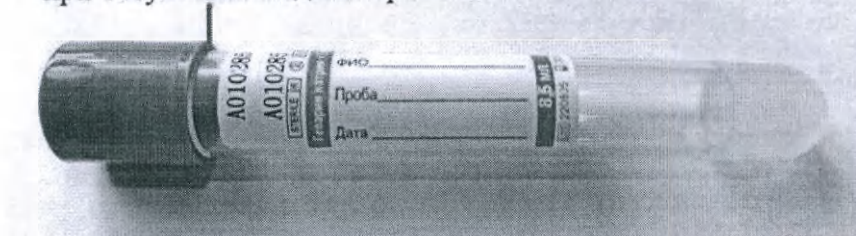

Рисунок 2 – Уровень заполнения пробирки при отсутствии индикатора
* Примечание: индикатор заполнения может быть размещен не на всех пробирках. Для всех вакуумных пробирок без разделительного геля объемом 5 мл (13 x 75 мм), 7 мл (13 x 100 мм), 10 мл (16 x 100 мм) и вакуумных пробирок с разделительным гелем объемом 4 мл (13 x 75 мм), 6 мл (13 x 100 мм), 8,5 мл (16 x 100 мм) общая емкость фиксирована (пробирка заполняется до нужного объема за счет действия вакуума). Таким образом, пробирка считается заполненной при наполнении ее выше уровня колпачка или вровень с ним (см. рис. 2). Заполнять каждую пробирку следует до индикатора заполнения (см. рис. 3), либо, если таковой отсутствует, в течение одной минуты.